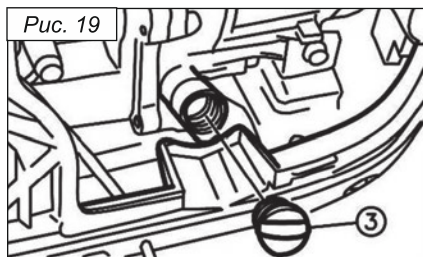

Рис. 19
3. Открутите пробку горловины для заливки масла в картер ③ (рис. 19).